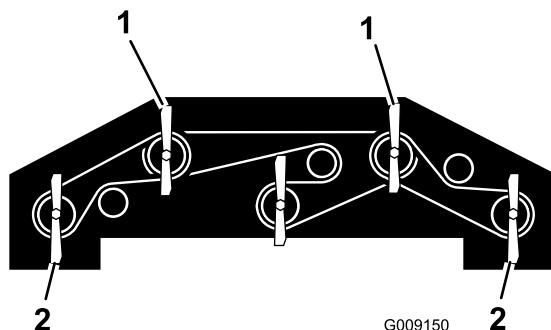

Figure 90
1. Tournez les 2 lames avant extérieures et les lames des ailettes pour les pointer vers l'avant (Figure 90).